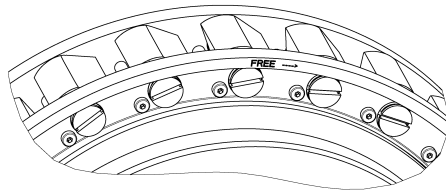

Abb.4: Klemmkörper im Eingriff
- die Klemmkörper des Freilaufkäfigs mit dem mitgelieferten O-Ring als Montagehilfe in Abhebestellung fixieren (siehe Abb.4 und 5).